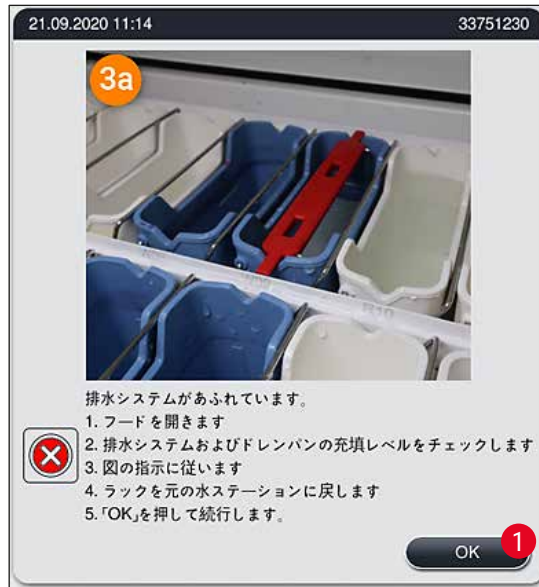
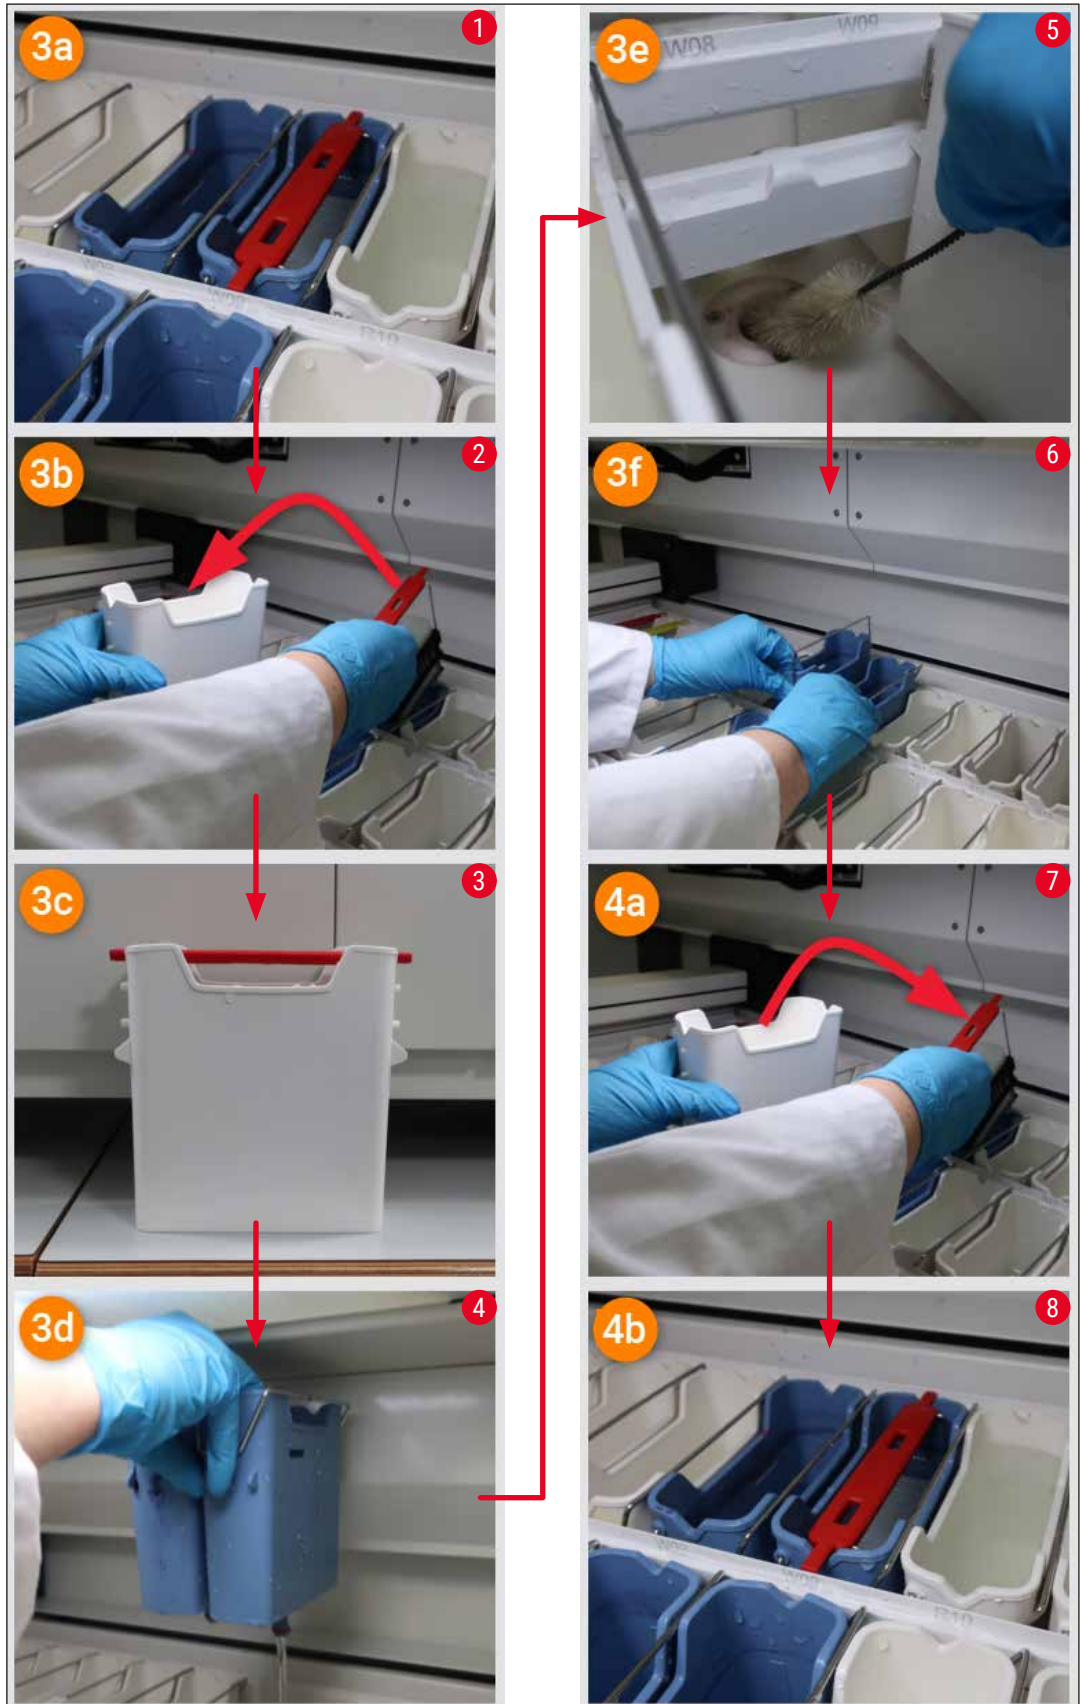

図 120
図 122
排水システムの詰まりは、排水ストレーナー (→「図 98-1」) または排水ホース (→「図 7-1」) の詰まりが原因である可能性があります。こうした詰まりがあると、ドレンパン内の水位が上昇するおそれがあります。その結果、装置内が危険な水位に達する可能性があります。画面上にエラーメッセージ (→「図 120」) が表示され、アラーム音が鳴ってユーザーに通知されます。エラーメッセージでは、一連の繰り返し画像 (→「図 122」) によって詰まりを解決できるようにユーザーをガイドします。
- 解決プロセス中に、ドレンパン内の水位が危険レベルを下回った場合は、メッセージ (→ 「図 120」) が消え、他のメッセージが表示されて、染色プロセスを続行できることがユーザーに通知されます。